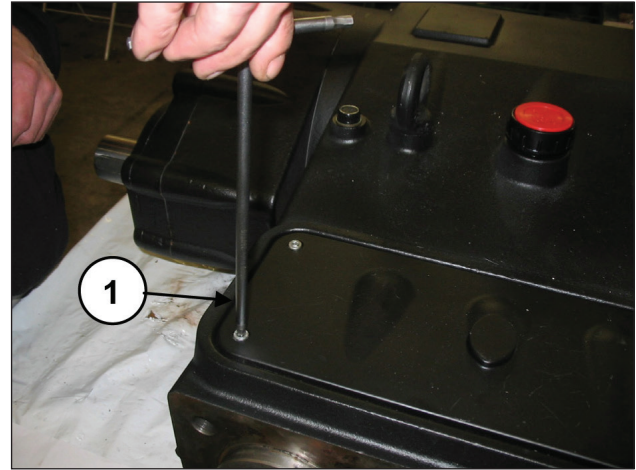

Fig. 157
Déposer le couvercle d'inspection supérieur en desserrant les 4 vis de fixation (rep. ①, Fig. 157).